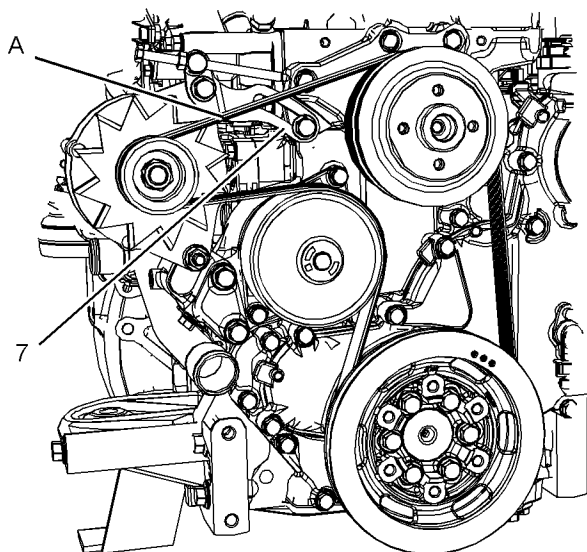

Ilustración 45
5. Instale la correa nueva, use la configuración (A). Revise visualmente si la correa está alineada correctamente.
6. Gire el tornillo (2) hacia la derecha para tensionar la correa. Asegúrese de que el ajustador del eslabón (7) esté en la máxima extensión. Consulte la ilustración 45 .
7. Ajuste el perno (5), la tuerca y el perno (6) y ajuste la tuerca y el perno (1). Apriete estas tuercas y estos pernos a un par de 50 N·m (37 lb-pie).
8. Gire el perno (2) dos vueltas completas hacia la izquierda y ajuste la tuerca (3) a un par de 30 N·m (22 lb-pie).